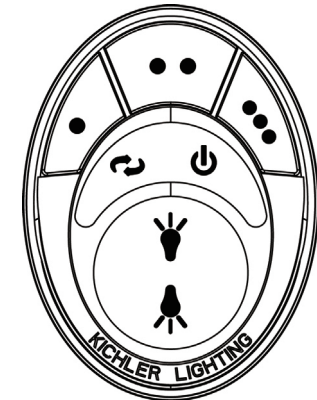

Fig. 31
**Étape 5.** Les boutons contrôlent la vitesse et la lumière du ventilateur comme suit : (Fig. 31)